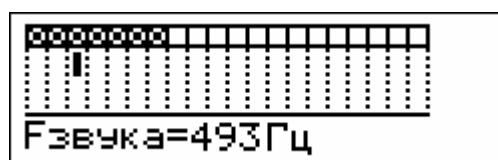

Рис. 6. Окно редактирования селективной маски
Пункт меню **Маска** предназначен для настройки селективных свойств металлоискателя. Каждый из 25 профилей настройки прибора может иметь свою селективную маску. Поэтому при входе в этот режим необходимо выбрать нужный профиль с помощью кнопок **←** и **→** (см. рис. 5) и нажать **ВВОД**. После этого на экране появится окно редактирования селективной маски (см. рис. 6)
*Примечание: Если в параметрах (см. п. 5.1) номер минимального и максимального профиля равны, то программа сразу перейдет в одно редактирования селективной маски (рис. 6), минуя окно выбора номера профиля.*